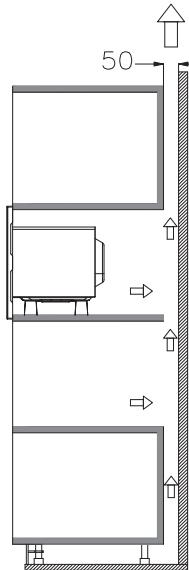

Fig. 4
- d) Utilizzare le viti contenute nell'imballaggio dei componenti per fissare il forno a microonde al mobile. (Fig. 4)